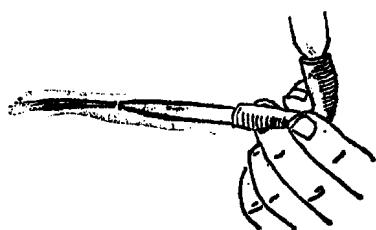

图1-12 碱式滴定管排气泡
⑤排气泡：调整刻度前，必须把管尖气泡排除。酸式滴定管可在装满溶液后，将活塞迅速打开，利用溶液的急剧流动逐出气泡；对于碱式滴定管，将溶液装满后，把管身倾斜约30°，用左手两指将乳胶管稍向上弯曲，使管尖上翘，轻轻挤压稍高于玻璃球处的乳胶管，使溶液从管口喷出，带走气泡（图1-12）。